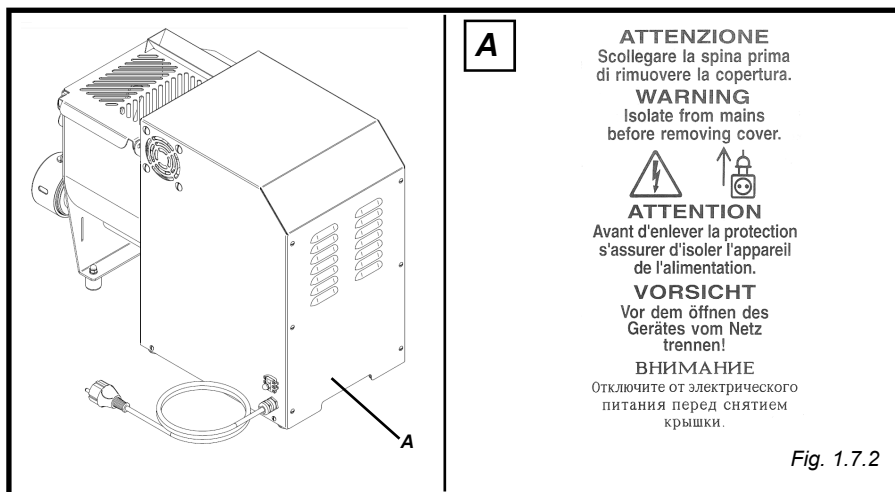

Fig. 1.7.2
1.7.1 - Targhe di avvertenza e di pericolo (fig. 1.7.2)